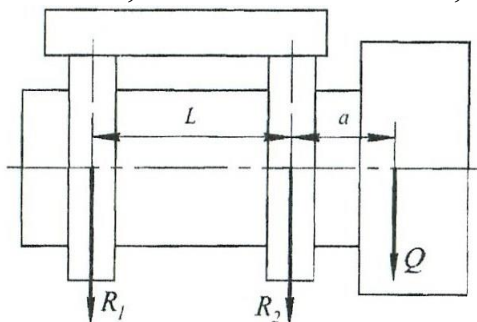

Рис. 6
3. Объект манипулирования массой  $m = 28,0$  кг удерживается в схвате (рис. 6). Рассчитать силы  $R_1$  и  $R_2$ , действующие в местах контакта объекта манипулирования с губками схвата, если  $L = 180,0$  мм,  $a = 60,0$  мм.